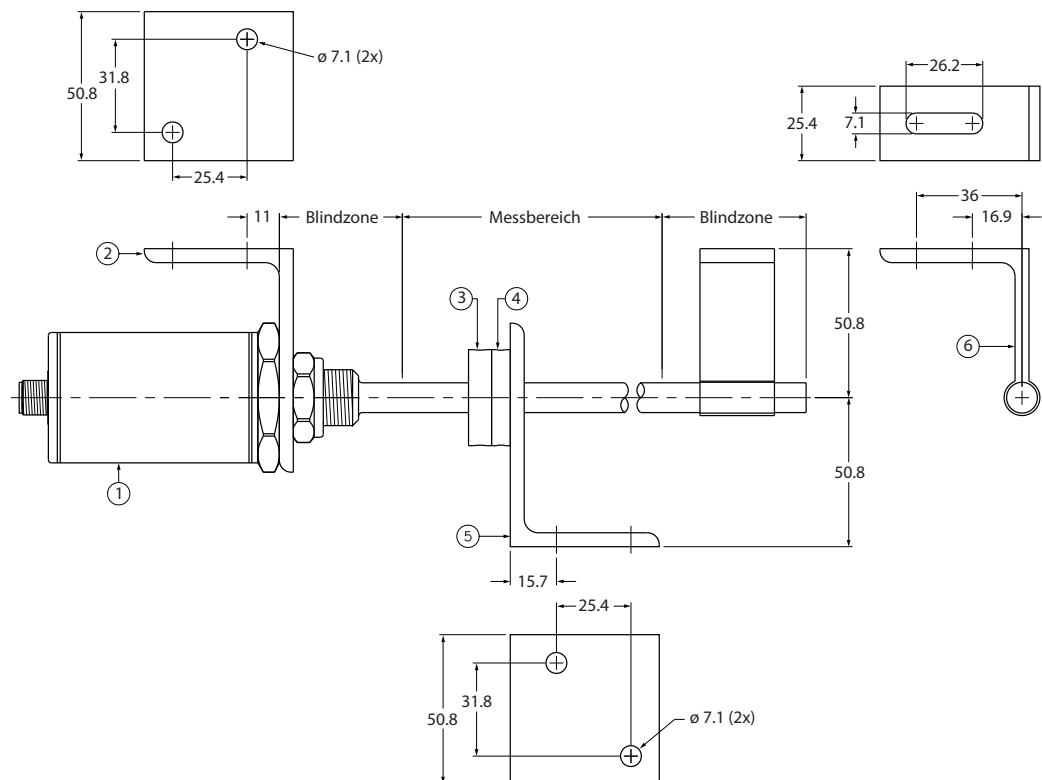

Abb. 10: Positionsggeber montieren
- ▶ Sensoren mit Messstab-Längen von 750...1800 mm: Zusätzliche Befestigungselemente gemäß Abb. 10 montieren.